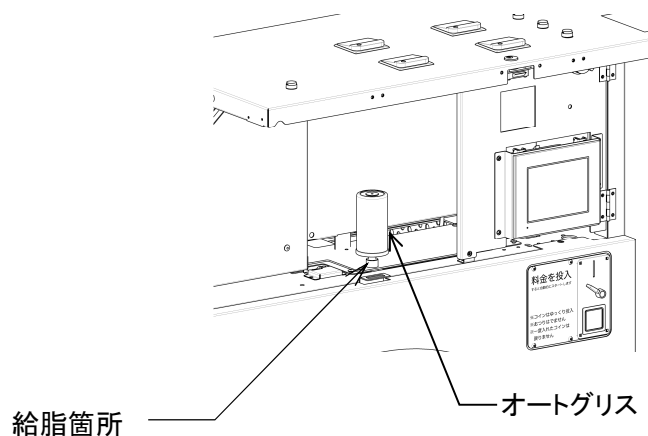

図 8-3
⇒スイッチが ON になります。容器に入れてしばらく置き、オイルの吐出を確認すること。(図 8-3)
- ④ 油性ペンなどで、本器の側面ラベルに使用開始日を記入すること。
- ⑤ 機械の給脂箇所に手でねじ込み取り付けます。(図 8-3)
- ⑥ 約 12 ヶ月間使用可能ですが、12 ヶ月間の使用を保証するものではありません。必ず毎週残量を確認すること。